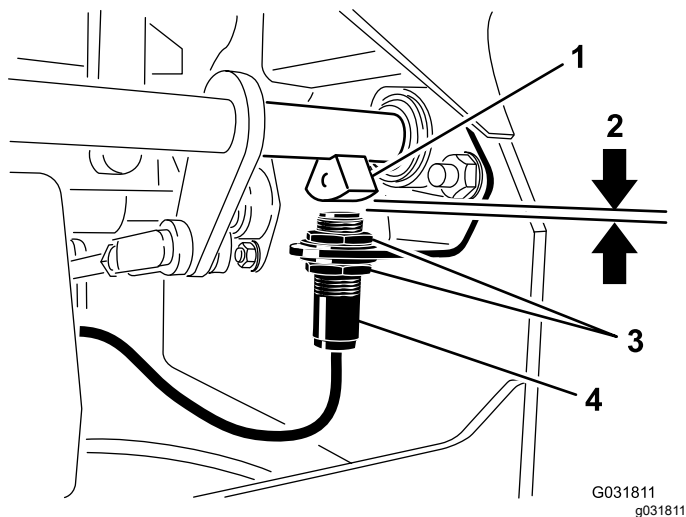

Bild 83
4. Schieben Sie den Schalter an der Halterung nach oben oder unten, bis der Abstand zwischen dem Bremswellensensor und dem Schalterplunger 4 mm beträgt, wie in **Bild 83** abgebildet.